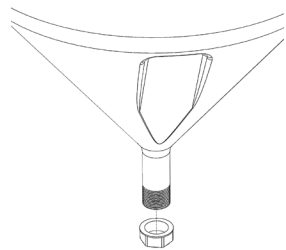

Рис. 7 – Патрубок с резьбой
4. Наденьте на патрубок емкости заглушку пластиковую G1 и закрутите ее (Рис. 7);